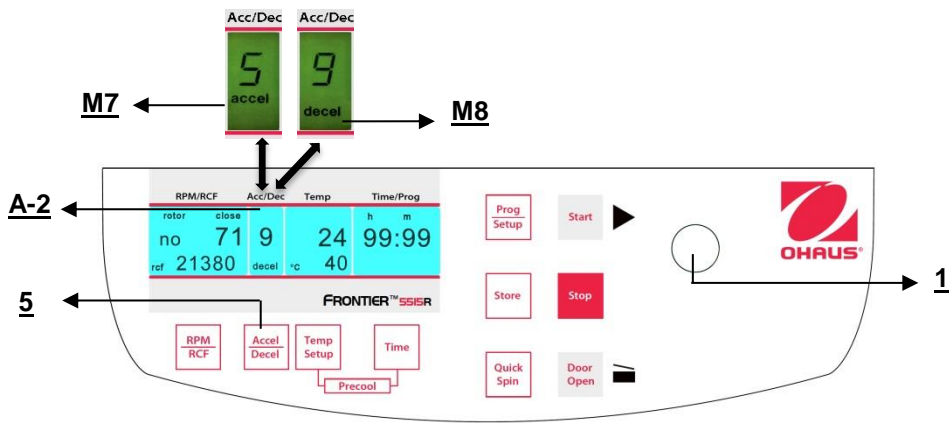

Abbildung. 18
Diese Funktion wird durch die Taste "**Accel/Decel**" (5) aktiviert (siehe Abbildung 18).